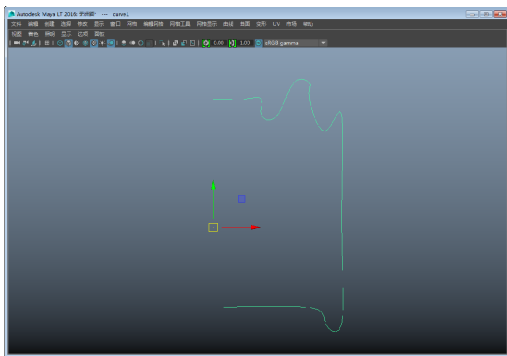

图 3-145 绘制曲线
- 3 删除已经创建的曲线。仍然使用上述方法在【前视图】中绘制一条如图 3-145 所示的曲线。